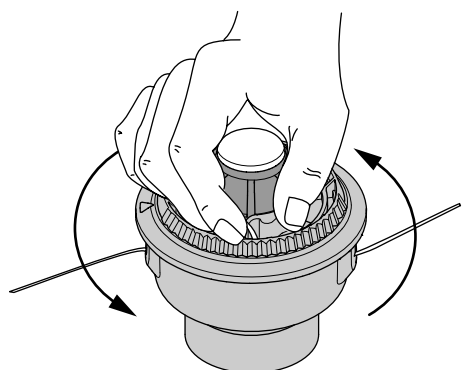

Fig. 45
8. Sostenga la bobina exterior. Bobine el carrete interior en sentido antihorario hasta que queden alrededor de 102 mm (4 pulgadas) de línea (Fig. 45).